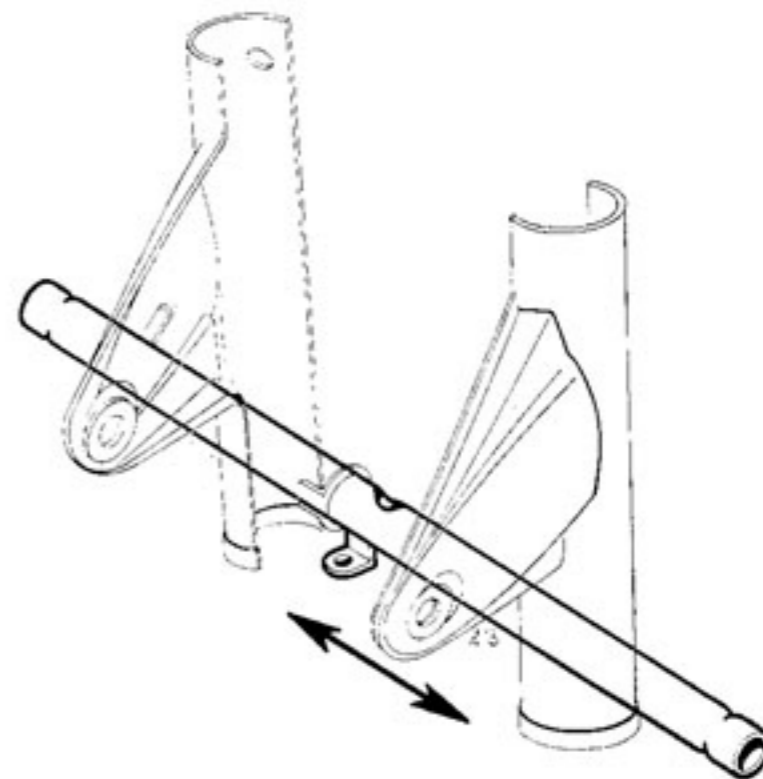

Fig. 1
- Dévisser les deux graisseurs et écarter les pattes de phare sur le support clignotants (fig. 1).